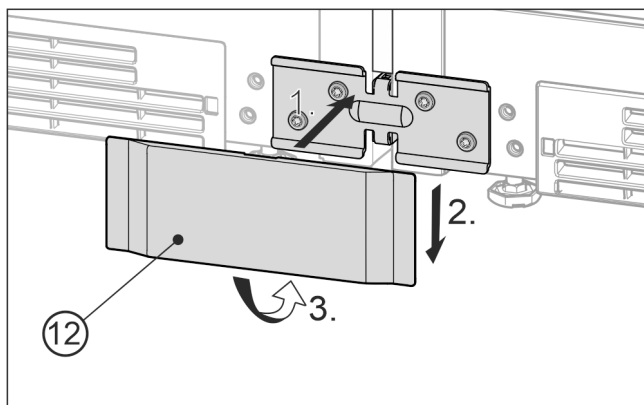

Fig. 24 Príklad zobrazenia
- ▶ Spodný kryt Fig. 24 (12) nasadíte spredu na uholník Fig. 24 (1), posuňte nadol Fig. 24 (2) a dole zaklapnite Fig. 24 (3).